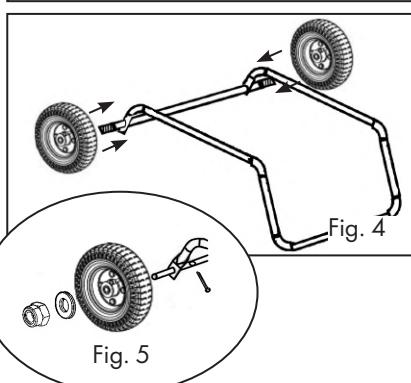

Fig. 5
- Faites glisser l'axe de roue (2) à travers les trous correspondants du cadre tubulaire inférieur (1), voir ill. 2
- Faites glisser une roue (4) à gauche et à droite sur l'axe de la roue (2), ill. 4
- Glissez ensuite une rondelle (C) sur chaque axe de roue avec la roue.
- Vissez la roue et la rondelle sur l'axe de la roue avec l'écrou de fixation (C).
- Fixez le cadre brut inférieur de l'intérieur à gauche et à droite avec un clip (E), fig. 5